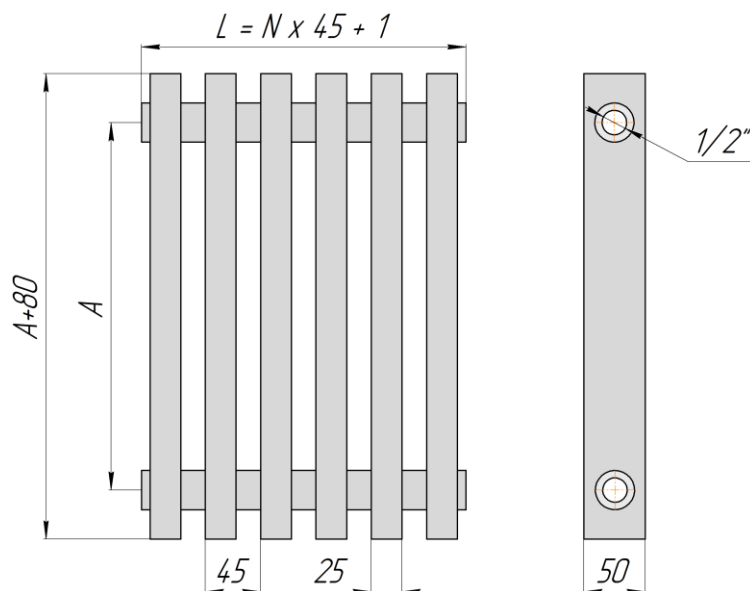

Рис. 1 А – межцентровый монтажный размер, N – количество секций.
2.1. Основные размеры и параметры радиаторов приведены на рис.1 и в таблице.